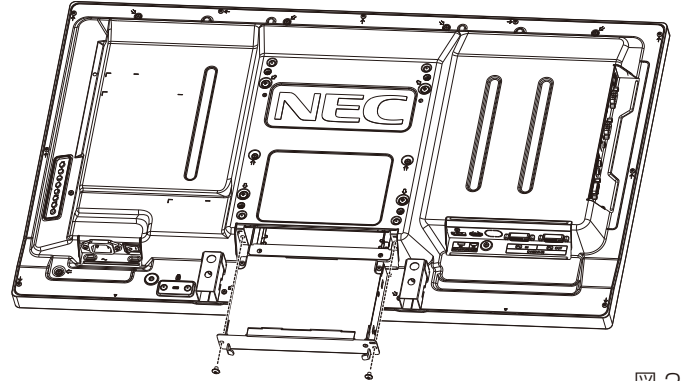

図 2
5. オプションボードをセットします。取り外したネジで固定します(図2)。